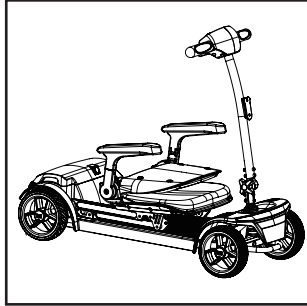

Abbildung 10
2. Sitz umklappen: Klappen Sie den Sitz sanft nach vorne und legen Sie ihn sicher auf die Fußstütze. Achten Sie darauf, dass er stabil liegt (**siehe Abbildung 10**).